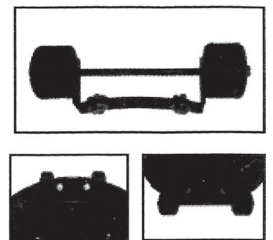

Fig. 4
Fixation de la roue à la base (Fig. 4)
1. Placez les 3 supports de poteau sur chaque position de la base, comme indiqué sur la figure 4.